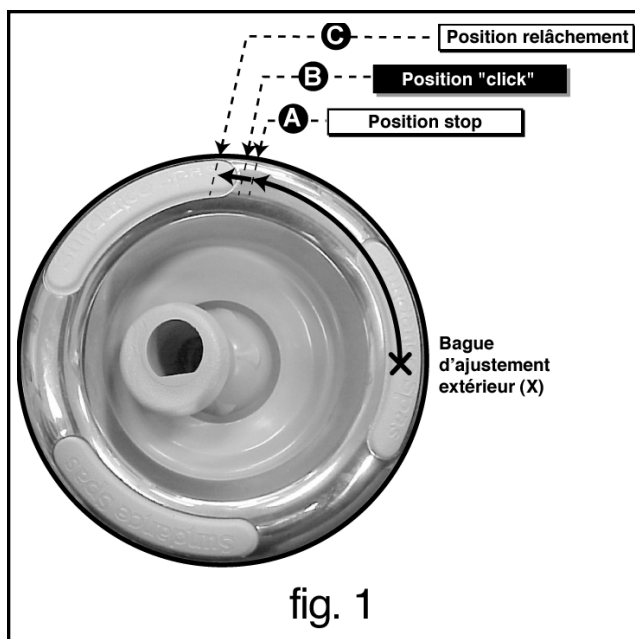

fig. 1
1. Retirez la partie interne du jet en plaçant vos mains sur l'extérieur du jet et dévissez (fig. 1). Tournez le jet jusqu'à ce qu'il s'arrête à la position (A). Utilisez une force supplémentaire à la position (A) pour continuer jusqu'à ce que vous ressentiez un "click" à la position (B) ; ensuite, retirez à la position (C). Il vous semblera trop forcer entre la position (A-B), toutefois, une force additionnelle est nécessaire à la position (A) pour ouvrir le mécanisme de retenu.